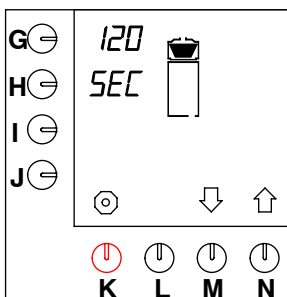

Fig. 47 Periodo de goteo
- Mantenga apretada la tecla de programación (N.)↑ hasta que en el display aparezca fig. 47 .